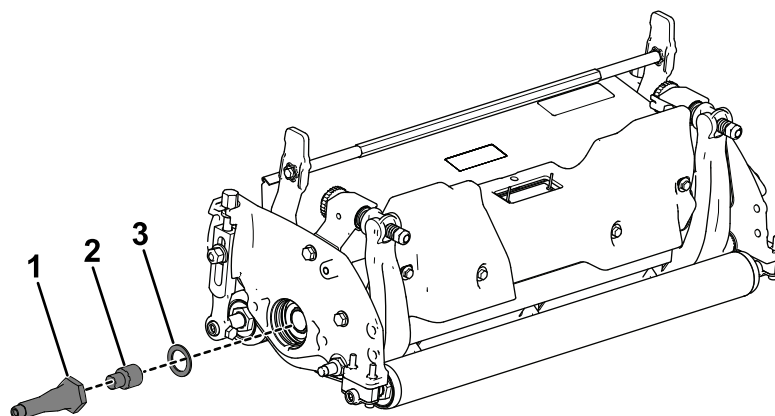

図 11
4. ワッシャーとアダプタアセンブリをリールに取り付け、115129 N·m (12.413.9kgm) でトルク締める。(図 11を参照方)。